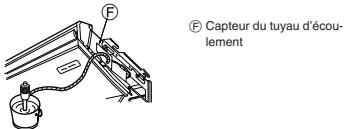

Fig. 5-3
1. Relier la douille (5) fournie avec l'appareil à l'orifice d'évacuation de l'appareil avec un adhésif au chlorure de vinyle.
2. Attacher la gaine (6) (fournie avec l'appareil) au tuyau d'évacuation (5).
3. Attacher un tuyau en PVC (D.E. ø26 mm, 1-1/32 inch) sur la prise de raccord (5) avec de la colle au chlorure de vinyle.
4. Envelopper la gaine (7) (fournie avec l'appareil) autour du tuyau d'évacuation (bandage de soudure)
5.3. Contrôle de l'écoulement (Fig. 5-3)